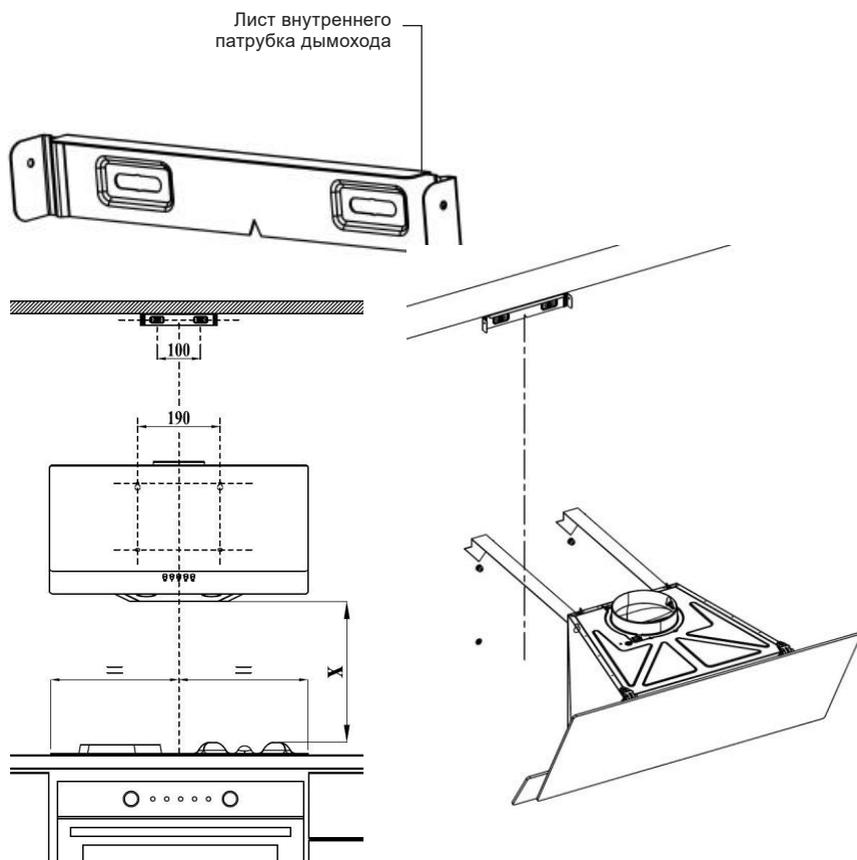

Рисунок 3
5. Закрепить вытяжку в точках **A** и **B**, соблюдая зазор между головкой болта и стеной **5 мм** (Рис. 3).